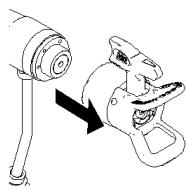

Abb. 9
8. Wenn die Luftkappe an der Pistole angebracht ist, die Kappe abnehmen (Abb. 9).